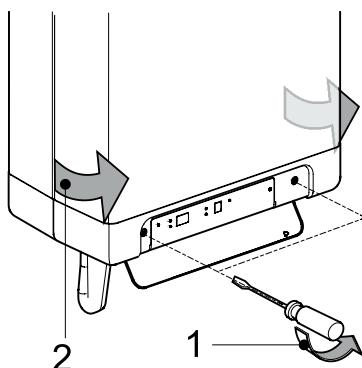

Fig. 08
- Skinite prednju oplatu kotla odvijanjem 2 vijka na donjem delu uređaja Fig. 08.